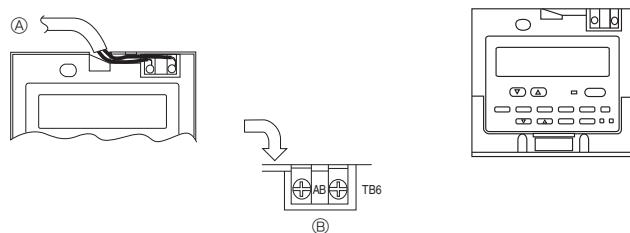

Fig. 7-8
2) Procedimientos de conexión (Fig. 7-8)